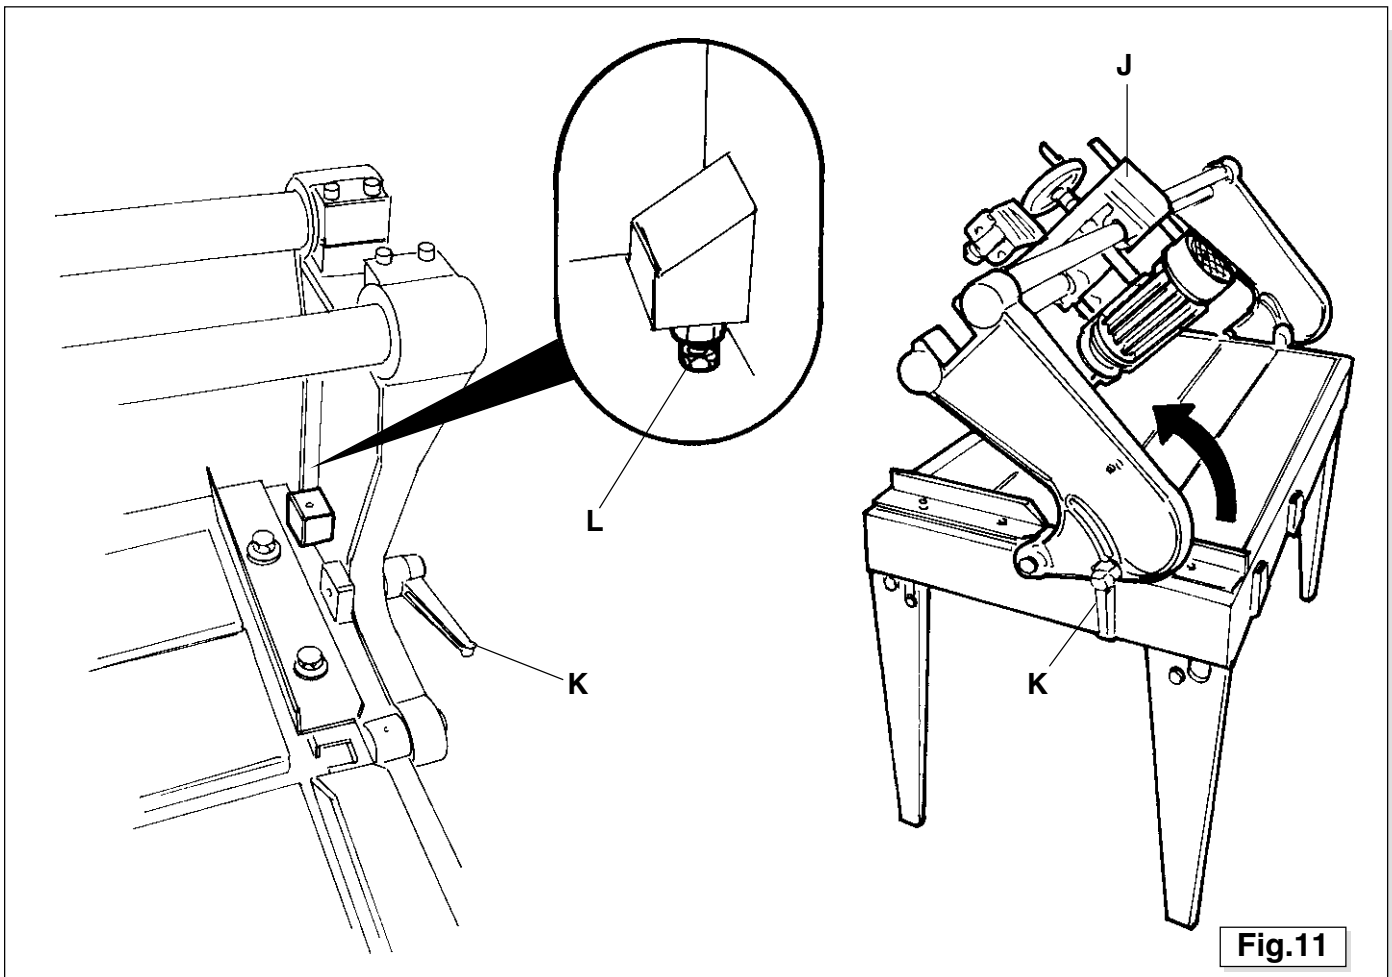

Fig.11
- Para regular la inclinación del cabezal **j** (Fig. 11) de 0° a 45°, es preciso aflojar las dos palancas de alza **K** (Fig. 11) situadas a los lados de la máquina, inclinar manualmente la vía hasta llegar al valor necesario y bloquearla en la posición ajustando nuevamente las palancas de alza.
Para calibrar el ángulo a 0° de manera correcta, utilizar los tornillos de regulación **L** (Fig. 11).